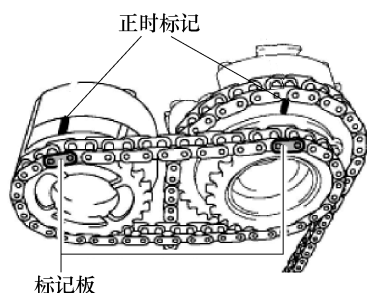

图 1-13 1 号和 2 号链条黄色
③ 如图 1-13 所示，将 2 号链条的黄色标记板与凸轮轴正时齿轮总成和排气凸轮轴正时齿轮总成的正时标记对准，并将 2 号链条接合到齿轮上。